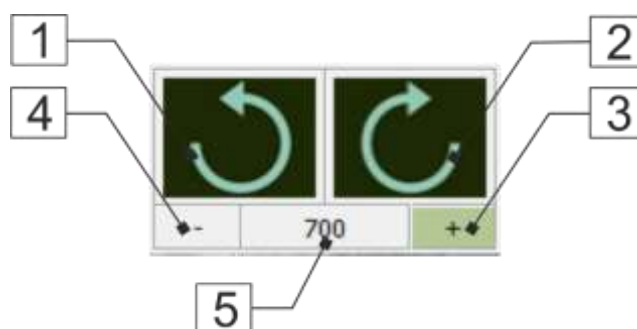

Рисунок 70 – Окно управления режимом «Фигура круг»
9.1 Инструмент «Фигуры» предназначен для открытия/закрытия окна, позволяющего включать/отключать режим полета «Фигура круг» и управлять параметрами режима (Рисунок 70).
Включение/выключение режима «Фигура круг» производится с помощью кнопок «Левый круг» (Рисунок 70, поз. 1) или «Правый круг» (Рисунок 70, поз. 2). Активация режима приостанавливает выполнение полетного задания, на карте отображается фигура круга, центр которой совпадает с положением БВС в момент нажатия кнопки левого или правого круга. При повторном нажатии на соответствующую кнопку происходит
Оператор БВС имеет возможность переместить фигуру с помощью левой кнопки мыши при удерживании нажатой клавиши «SHIFT» на клавиатуре ноутбука, а также изменить диаметр круга с помощью кнопок «Увеличить диаметр» (поз. 3 Рисунок 70) и «Уменьшить диаметр» (Рисунок 70, поз. 4) в диапазоне от 200 до 3000 метров. Значение диаметра круга отображается на индикаторе «Диаметр» (Рисунок 70, поз. 5). По умолчанию фигура круга имеет диаметр 300 метров.